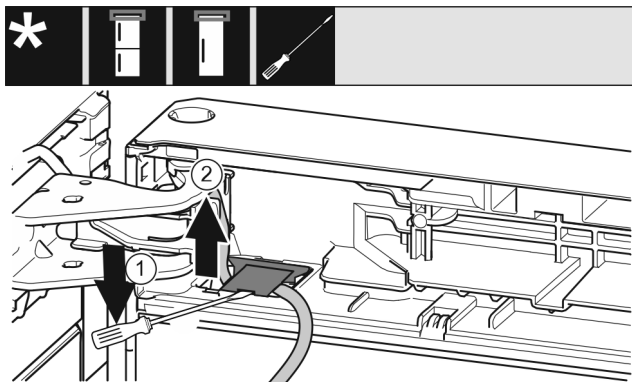

Fig. 8
- ▶ Cu șurubelnița plată ridicați și extrageți apărătoarea. Fig. 8 (1)
- ▶ Extrageți cablul. Fig. 8 (2)